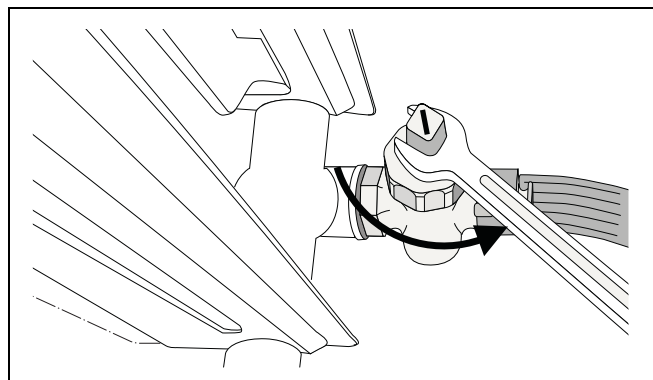

Рис. 24 Опорожнение отопительной установки
- Слейте котловую воду из отопительной установки в самой нижней точке отопительной установки через кран для заполнения и слива или отопительный прибор (рис. 24). При этом (автоматический) вентиль для выпуска воздуха, установленный в самой верхней точке отопительной установки / прибора, должен быть открыт (см. рис. 7, стр. 12).